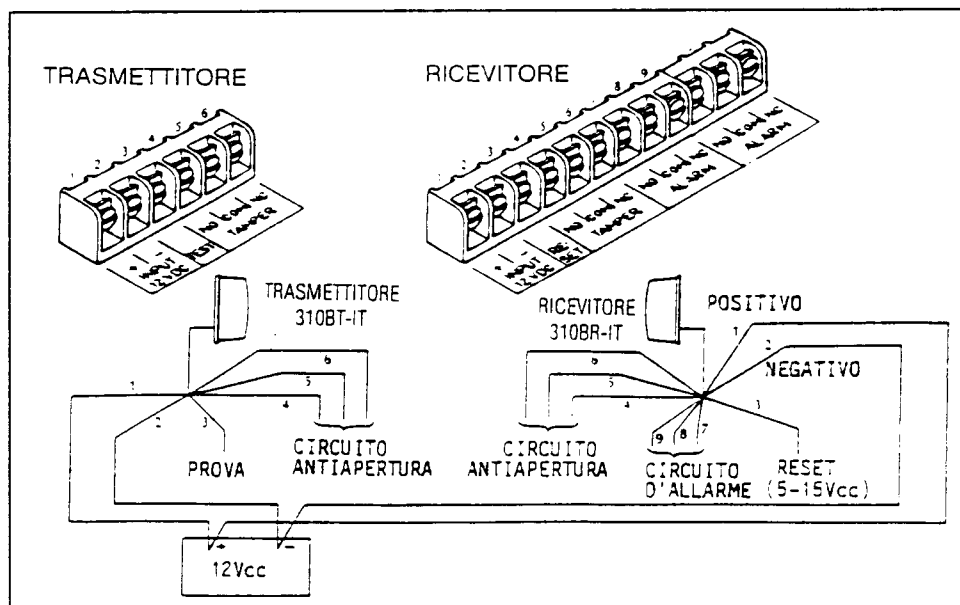
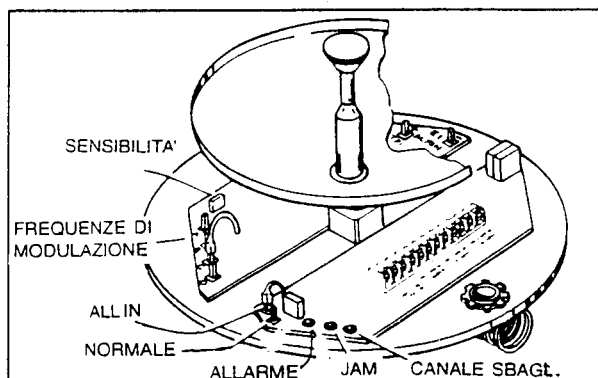

Fig. 21
Fig. 23
3. Fare i collegamenti alla morsettiera secondo le funzioni contrassegnate (Fig. 21).
3. Fare i collegamenti alla morsetteria secondo le istruzioni (Fig. 21)
5. Spostare lo spinotto da "Normal" alla posizione "Align/Latch" (Fig. 23).
6. Collegare il tester tra TP-1 (positivo) e E1 GND (negativo) con fondo scala tra 3 e 5V.c.c. (Fig. 23).
5. Per riassetare il sistema, occorre applicare una tensione compresa tra 5 e 15V.c.c. al morsetto Test del Ricevitore (Fig. 21 e Fig. 23).